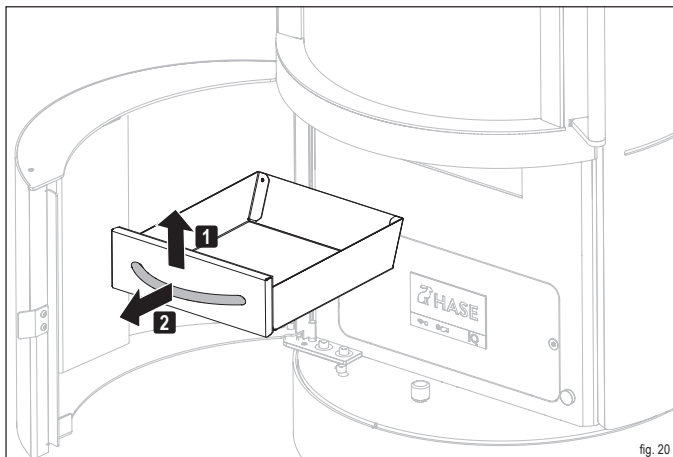

fig. 20
- ▶ **Estrarre dall'apertura il cassetto di raccolta della cenere presente sul coperchio (fig. 20).**